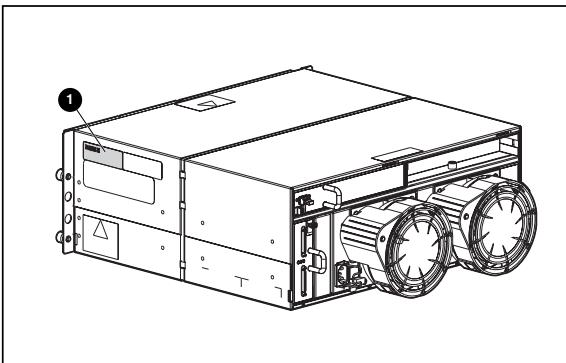

Figura 12: Ubicación de la etiqueta del número de serie del chasis de repuesto
1. Cuando haya terminado, escriba el número de serie que aparece en el chasis original en la etiqueta del chasis de repuesto **1**, situada en el área que se muestra en la Figura 12.